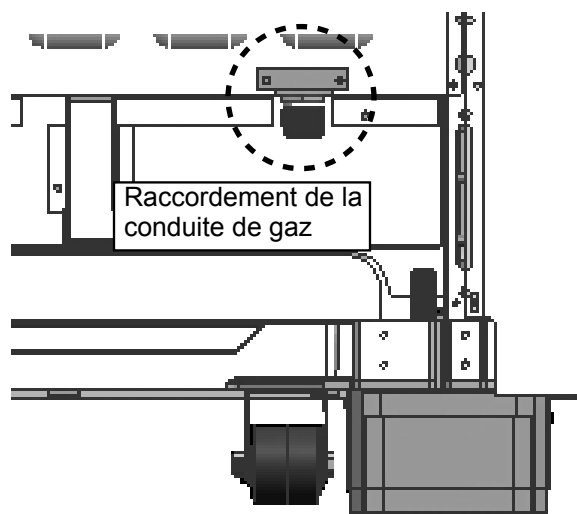

FIGURE 12: RACCORDEMENT DU CONNECTEUR DE LA CONDUITE DE GAZ
- Utilisez un tuyau à gaz souple de ¾ po (19 mm) entre l'approvisionnement en gaz et le tuyau d'arrivée de l'appareil, lequel est situé à l'arrière de l'appareil, en bas à droite. Le filetage externe du tuyau d'arrivée de gaz de l'appareil est de type NPT ¾ po (19 mm) et le filetage interne est de type NPT ½ po (13 mm) (voir Figure 12). Prenez garde de ne pas serrer le tuyau souple de ¾ po (19 mm) en le pliant. La longueur recommandée pour le tuyau souple est de 48 po (1219 mm). Veuillez toutefois consulter les codes locaux pour en connaître les exigences avant de procéder à l'installation.